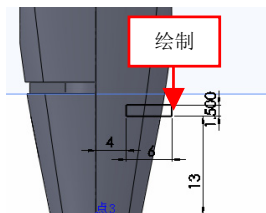

图 15-57 绘制草图对象
(11) 单击【旋转切除】按钮, 选取基准面 4 对象, 进入草图绘制环境, 单击相应的按钮, 绘制草图对象, 如图 15-57 所示。
(12) 退出草图绘制环境, 弹出【切除-旋转】属性管理器, 设置【角